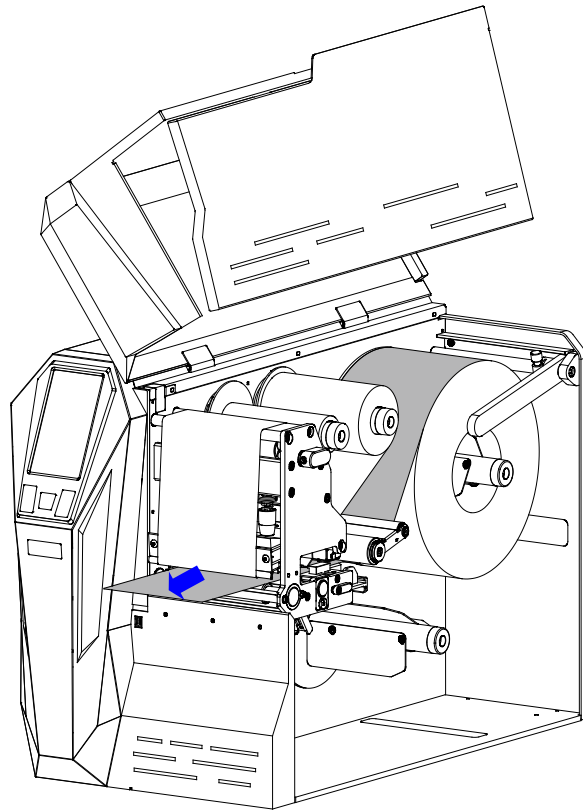

图 2-25 穿出标签纸
2. 参考图 2-6 所示的标签纸路径，将标签依次通过导纸辊组件下方和纸张探测器组件中间，然后从打印头组件下方穿出，如图 2-25 所示。